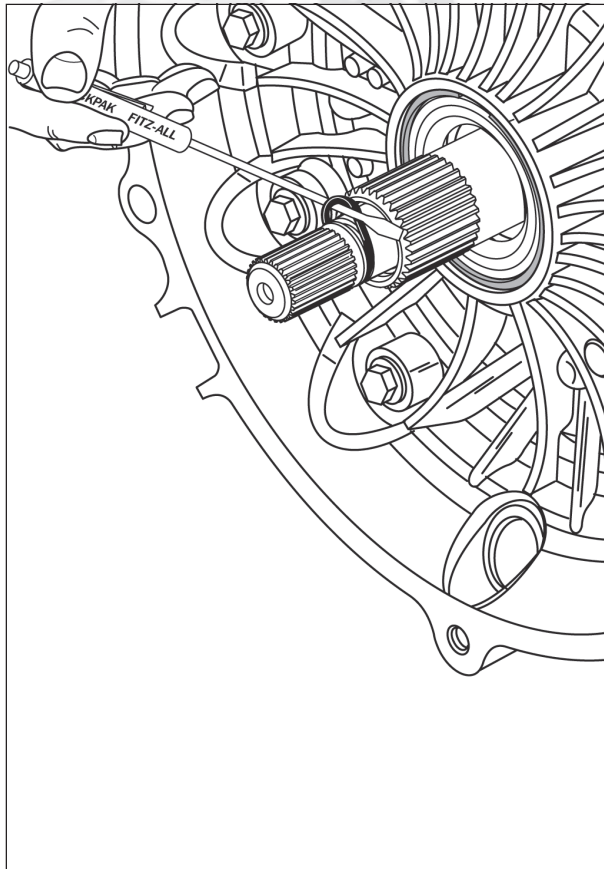

Figura 169
34. Instale um novo anel O-ring da turbina na ranhura, conforme mostra a figura 169, utilizando uma chave de fenda pequena.